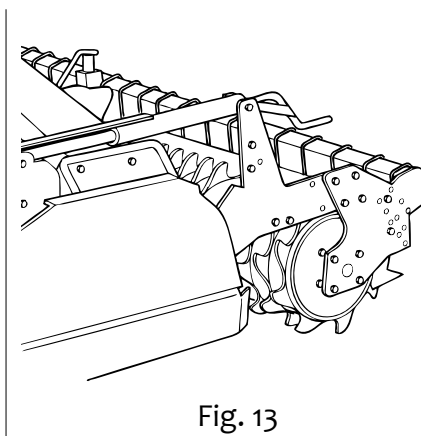

Fig. 13
- Con martinetti a vite (Fig. 13). Questa soluzione si esegue con due martinetti a vite posti alle estremità della macchina e regolabili con astina graduata. Alzando il rullo si aumenta la profondità di lavoro, abbassandolo diminuisce.